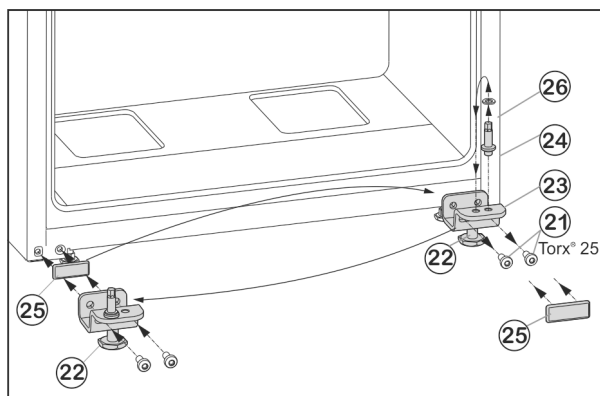

Fig. 7
- Vyskrutkujte upevňovacie skrutky Fig. 7 (21).
- Kompletnú ložiskovú konzolu dole Fig. 7 (23) odoberte spolu s ložiskovým čapom Fig. 7 (24), podložkou Fig. 7 (26) a nastaviteľnou nohou Fig. 7 (22).
- Ložiskový čap Fig. 7 (24) kompletne spolu s podložkou Fig. 7 (26) vyskrutkujte, premiestnite ho do protiahlého otvoru uloženia ložiskovej konzoly a znovu ho pevne priskrutkujte.
- Opatrne odnimate kryt Fig. 7 (25) a premiestnite ho na opačnú stranu.
- Ložiskovú konzolu dole Fig. 7 (23) kompletne spolu s ložiskovým čapom Fig. 7 (24), podložkou Fig. 7 (26) a nastaviteľnou nohou Fig. 7 (22) znovu naskrutkujte na novú stranu závesu, príp. ju znovu pomocou akumulátorového skrutkovača **pevne utiahnite (4 Nm)**.
- Spodné dvere nasadíte zhora na ložiskový čap Fig. 7 (24).
- Vyročte nastaviteľnú nohu Fig. 7 (22) na ložiskovej konzole dole Fig. 7 (23), pokiaľ nedosadá na podlahu.